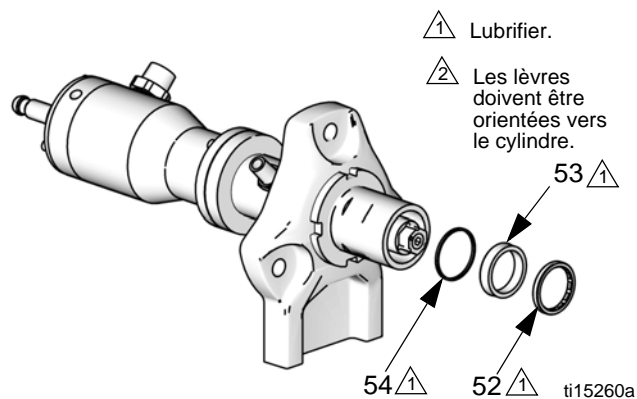

Fig. 13. Joint en coupelle du piston
7. **Modèles avec des joints en coupelle :** Retirer le coussinet (52), le joint en coupelle (53) et la rondelle (54). Voir FIG. 13, page 15.